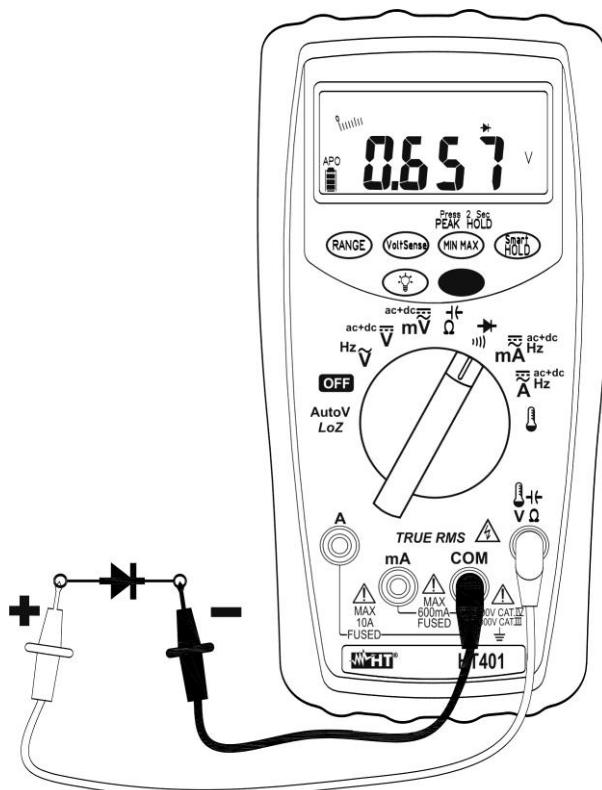

Fig. 8 : Test des diodes et test de continuité
4. Connecter l'embout rouge à l'anode de la diode et l'embout noir à la cathode. L'instrument affiche la tension de polarisation directe (voir la Fig. 8). Cette tension est normalement de 0.4 ~ 0.9V pour de bonnes jonctions.